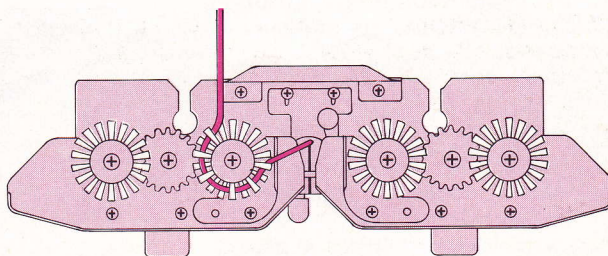

Fig. 201
- Enlever les brins de laine qui peuvent s'être enroulés dans les brosses de l'abaisseur (fig. 201). Fixer l'abaisseur sur le chariot,
- Vérifier que les brosses de l'abaisseur tournent librement. Sinon enlever les brins de laine qui peuvent se trouver dans les brosses (voir fig. 201) et qui empêchent leur bon fonctionnement,